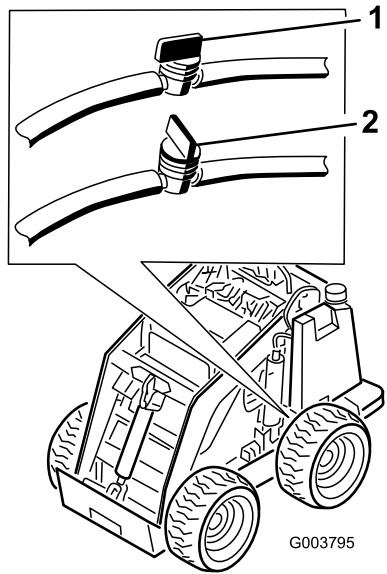

図 34
- 燃料タンクの下にある燃料バルブを開じる（図 34）。
- 燃料タンクの下にある燃料バルブを開ける（図 34）。
- 燃料タンクの下にあるホースについている燃料バルブを閉じる（図 34）。
10. 燃料タンクの下にあるホースについている燃料バルブを図 34に示すように開く。